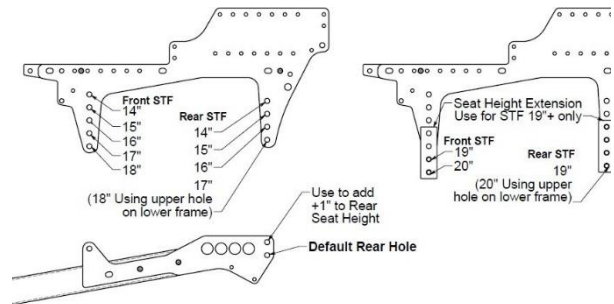

Fig. 17 Rekommenderad rullstolsposition.
2. Flytta den övre ramen till önskat läge (fig. 17).